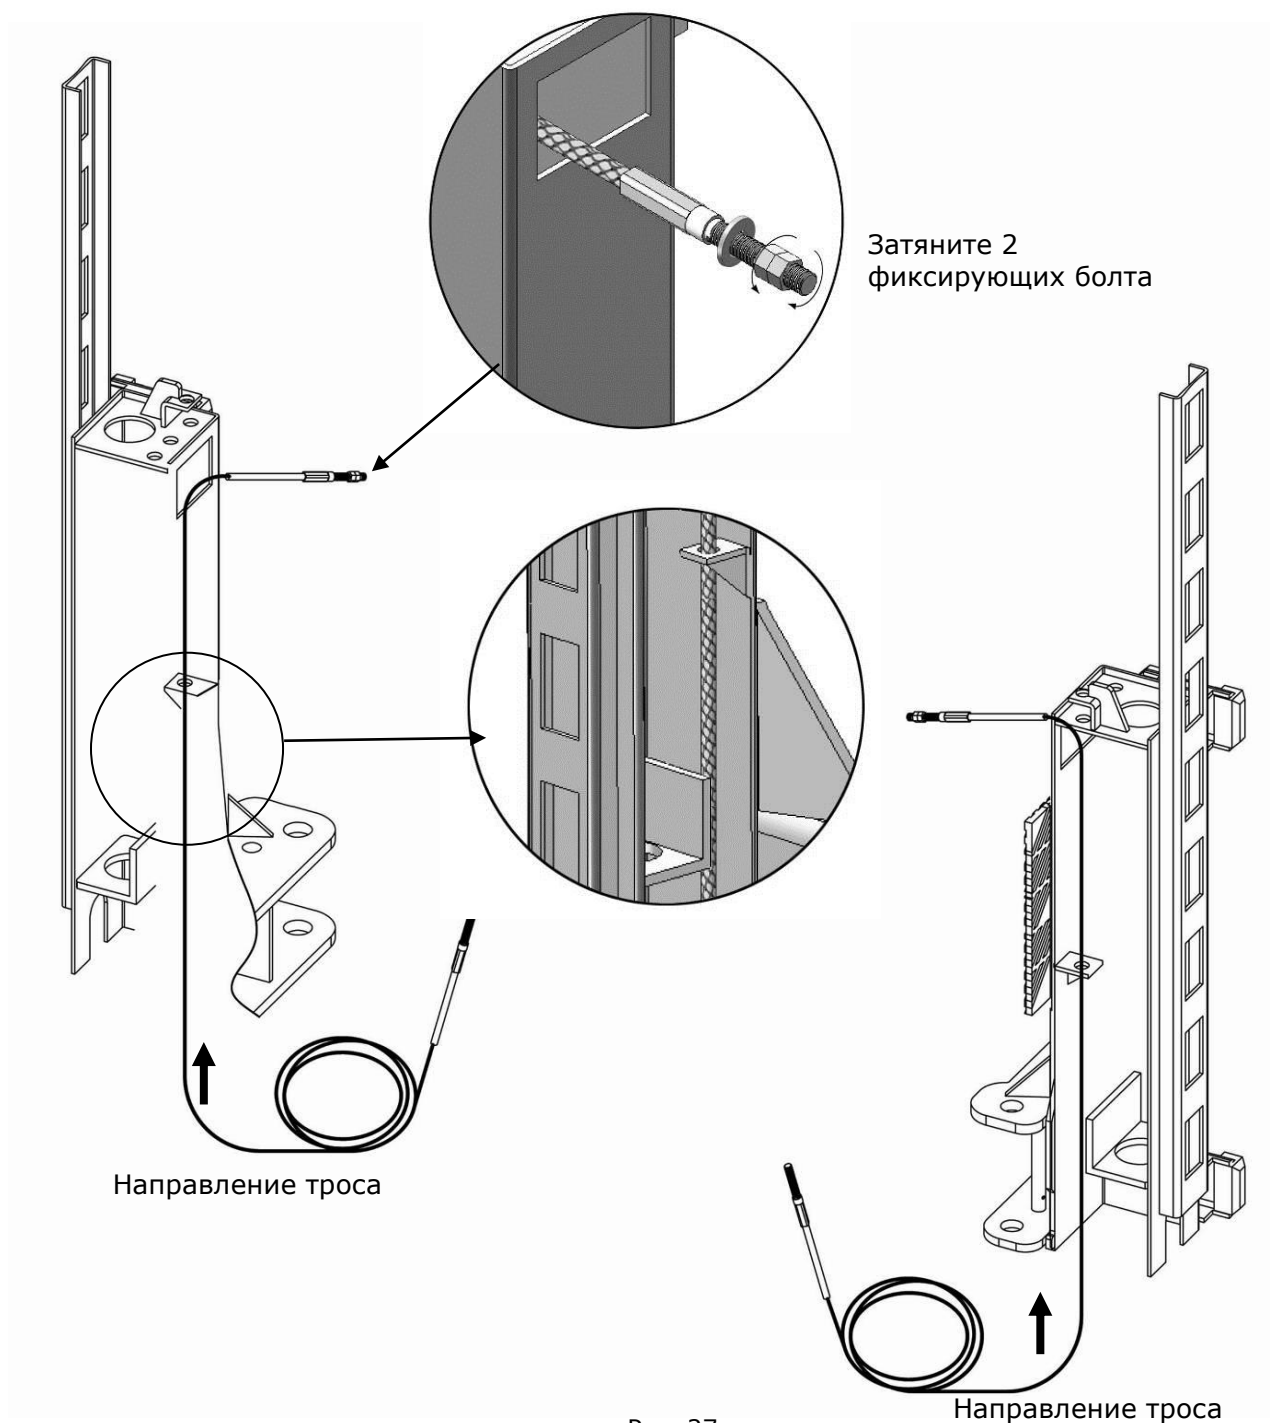

Рис. 27
1.1 Снимите пластиковую крышку с каретки, протяните трос снизу через крепежное отверстие, затем затяните на нем болты. (см. рис. 27)